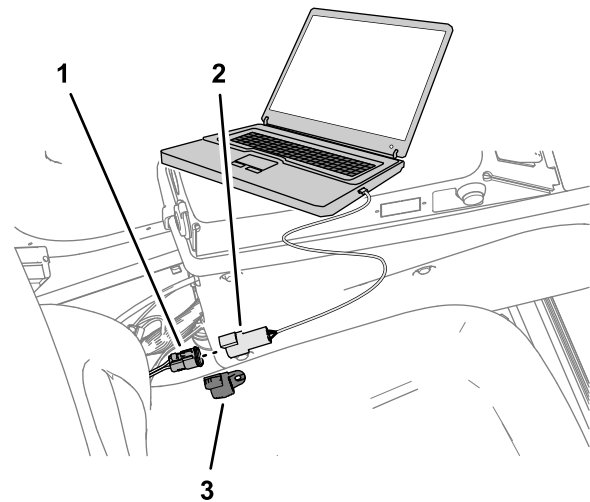

Figura 155
7. Remova o conector do cabo da interface USB/CAN do conector da cablagem do kit, e instale o tampão no conector da cablagem (Figura 155).